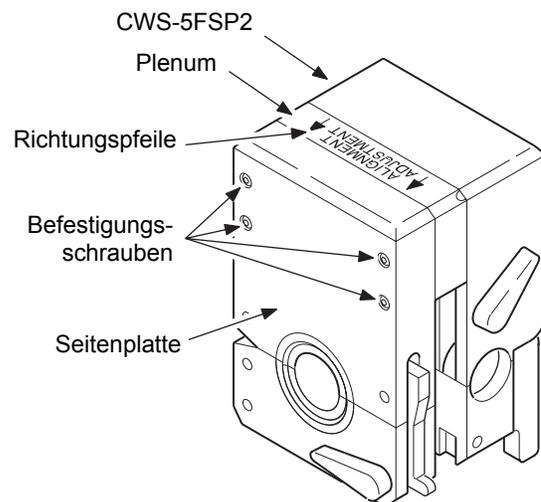

Abbildung 18 Lösen der Seitenplatte
1. Drehen Sie den Vorrichtungsblok um und schauen Sie sich die Unterseite des Plenums an. Beachten Sie die Pfeile auf dem Plenum. Siehe Abbildung 18.
2. Ergreifen Sie die Seitenplatte, auf die die Pfeile weisen. Lösen Sie die vier Halteschrauben der Seitenplatte mit dem beiliegenden Sechskantschlüssel (3/32") so weit, bis sich die Seitenplatte vom Plenum löst. Siehe Abbildung 18.